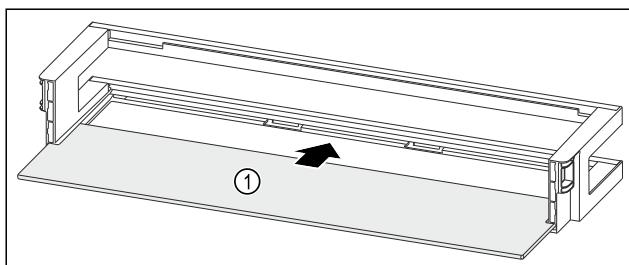

Fig. 95 Dveřní příhrádka s odkládací plochou
- Odkládací plochu Fig. 95 (1) zasuňte do bočních vybrání.